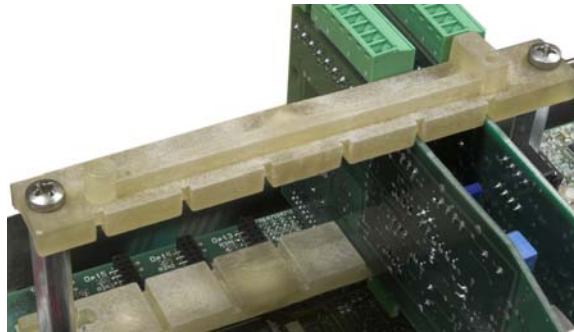

Figura 3-38: Guida superiore della scheda
7. Rimuovere le due viti che bloccano la guida superiore della scheda, mostrata nella Figura 3-38 e sollevare la guida dal suo supporto.
1. Svitare e rimuovere le viti che fissano la guida superiore della scheda (Figura 3-38) in posizione sugli appositi supporti.
5. Riposizionare la guida superiore della scheda, facendo attenzione nel collocare l'estremità superiore della scheda o delle schede opzionali nella/e fessura/e nella guida superiore (vedere Figura 3-38).